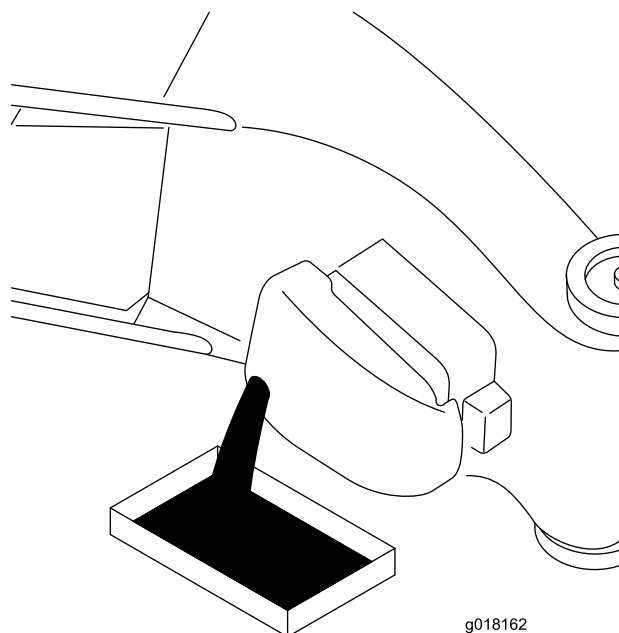

Figure 18
3. Inclinez la tondeuse sur le côté (filtre à air vers le haut) pour vidanger l'huile usagée par le goulot de remplissage (Figure 18).